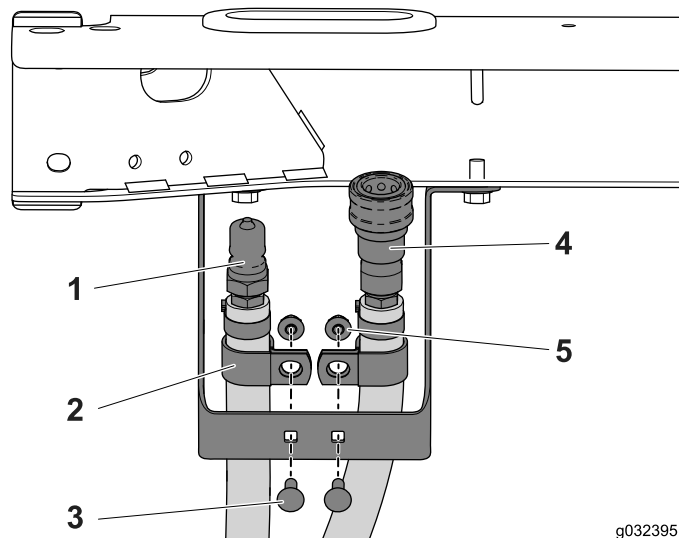

Bild 18
- Schieben Sie eine R-Klemme auf jeden Schlauch (Bild 18).
- Befestigen Sie die R-Klemme und den Schlauch mit den zwei Schlossschrauben (1/4" x 3/4") und Bundmuttern an der Halterungsbefestigung (Bild 18).